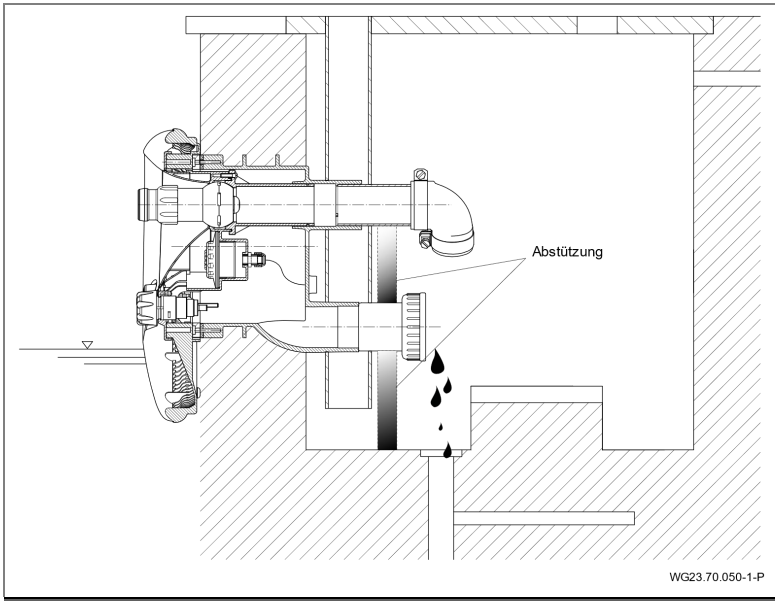

Abb. 27
3. Saug- und Druckleitung durch Abstützung entlasten. Siehe "Abb. 27" auf Seite 46.